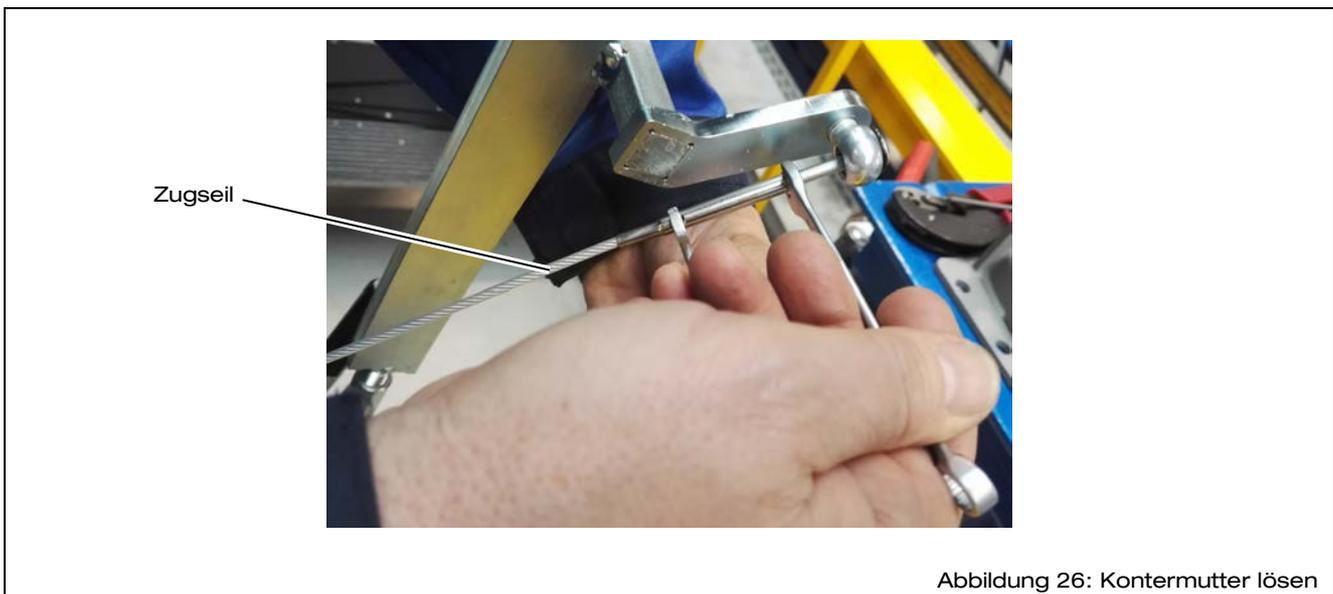

Abbildung 26: Kontermutter lösen
- ⇒ Lösen Sie an beiden Seiten die Kontermuttern des Zugseils (siehe Abbildung 26).